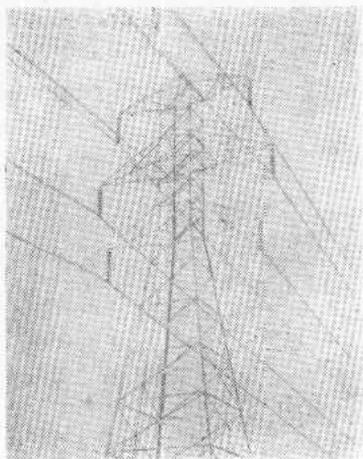

图 1-1
1. 支持金具 这种金具主要用来支持导线，使其固定在绝缘子串上，如悬垂线夹、释放线夹等均属于此类。这种金具，多用于直线杆塔及跳线悬垂绝缘子串上，如图1-1及1-2所示。